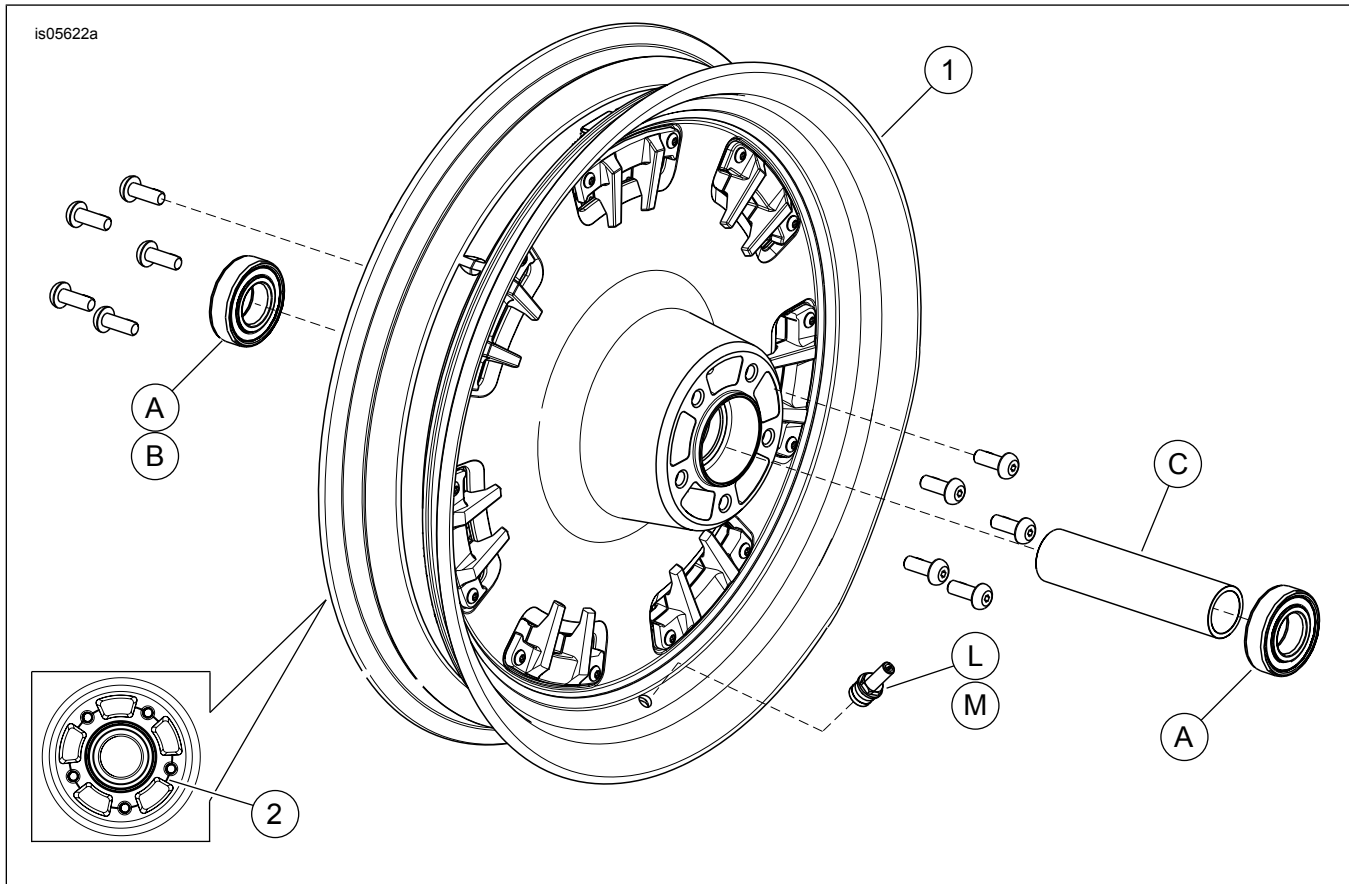

Figura 1. Peças de reposição: Roda dianteira sulcada
2. Veja a Figura 1. Instale o conjunto da haste da válvula (L) na roda. Consulte o Manual de serviço.